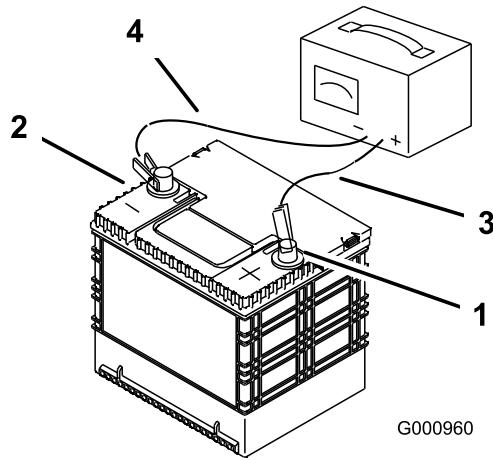

Bild 49
2. Wenn die Batterie voll geladen ist, ziehen Sie den Stecker des Ladegeräts aus der Dose. Klemmen Sie dann die Klemmen des Ladegeräts von den Batteriepolen ab (Bild 49).